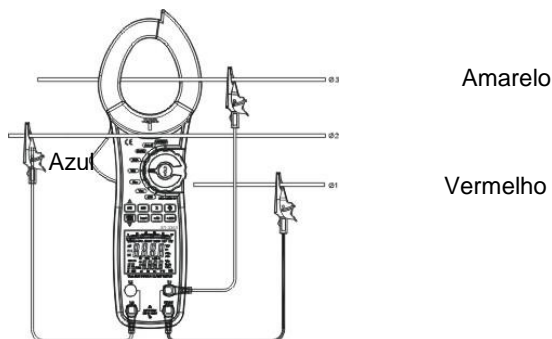

Figura 15
- Quando se faça uma medição trifásica três condutores, mantenha SEL durante 5 segundos e o medidor mostra **303W**, pressione SEL de novo durante 5 segundos para sair da fase trifásica de 3 condutores, ligando o medidor como na figura 15.
Na figura 15  $\sum W = W2 + W3$ .